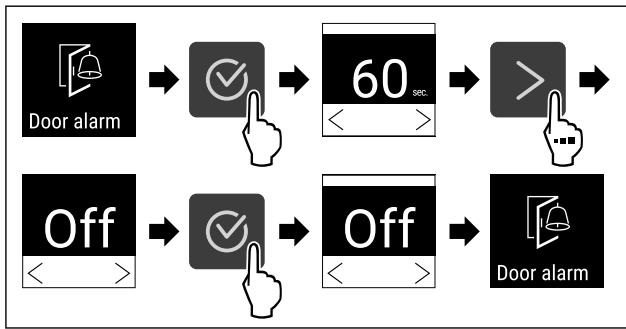

Fig. 118
- ▶ Изпълнете стъпките (виж Fig. 118) .